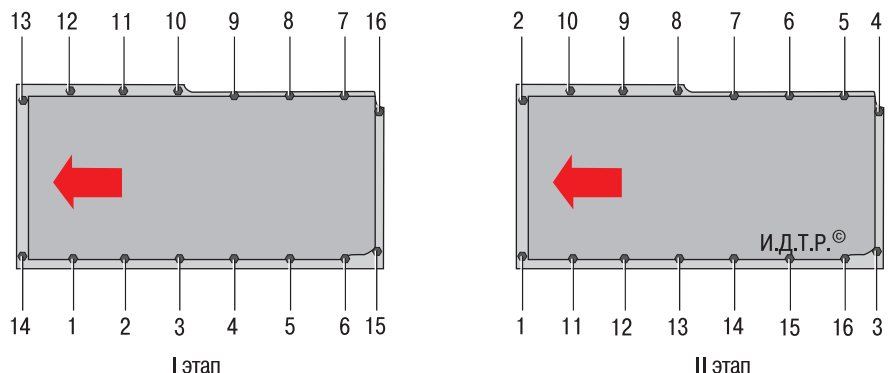

Рис. 5.23. Порядок затяжки болтов крепления масляного картера двигателя Duratec объемом 1,3 л
3. Выверните шестнадцать болтов (рис. 5.23) крепления масляного картера к блоку цилиндров двигателя, после чего, аккуратно поддев отверткой, снимите масляный картер и его прокладку.
7. Затяните болты крепления картера в порядке, указанном на рис. 5.23, в два этапа: